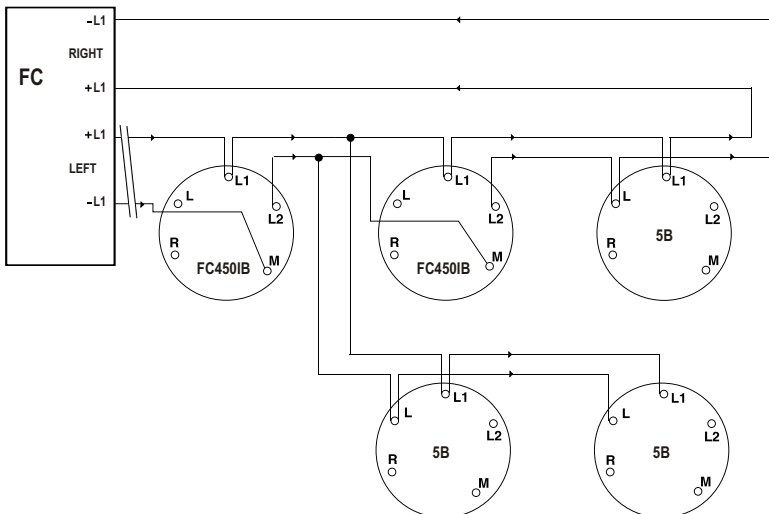

Abb. 4: Anschlussschema
- Abb.4 zeigt eine typische Verkabelung der FC Meldersockel 5" mit Isolator.